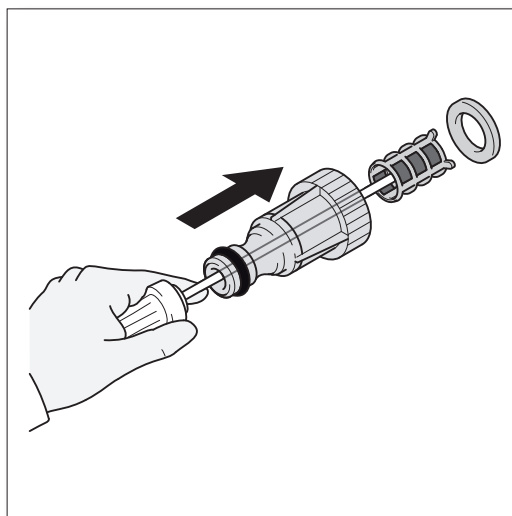

Fig. 21
- La pantalla por el adaptador debe limpiarse periódicamente. Insertar un lápiz o un bolígrafo en el orificio pequeño en el extremo del adaptador. El filtro de la pantalla se deslice hacia fuera (Fig. 21). Enjuague con agua limpia y, a continuación, colóquelo en el adaptador.